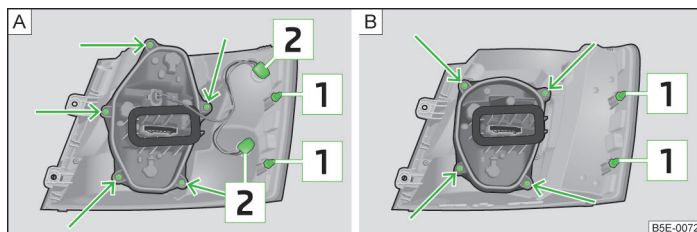

Fig. 231 Parte esterna delle luci: luci di base/luci con diodi LED
- Premere quindi con cautela le luci di retromarcia nella carrozzeria, in maniera tale che i dadi [1] » fig. 231 a pagina 273 vadano a inserirsi negli alloggiamenti previsti nella carrozzeria stessa » .
- Ruotare il portalamпада **2** » fig. 231 in **senso antiorario** ed estrarlo dal supporto.
- Svitare il portalamпада » fig. 231 - **A** o **B** utilizzando un cacciavite presente nell'attrezzatura di bordo ed estrarre il portalamпада dalle luci di retromarcia.
- Premere il portalamпада sino all'arresto in **senso antiorario** ed estrarlo dall'alloggiamento » fig. 231 - **C** o **D**.